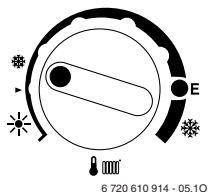

Fig. 5
- ▶ Laisser le chauffage allumé. Positionner le sélecteur   en minimum sur  (voir figure 5).